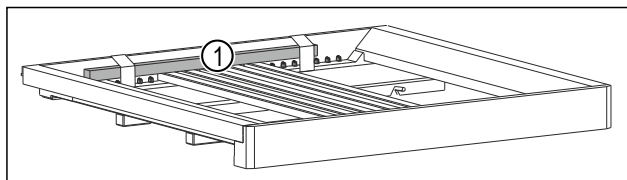

Fig. 52 *
- ▶ Odstranite leseno palico *Fig. 52 (1)*.*